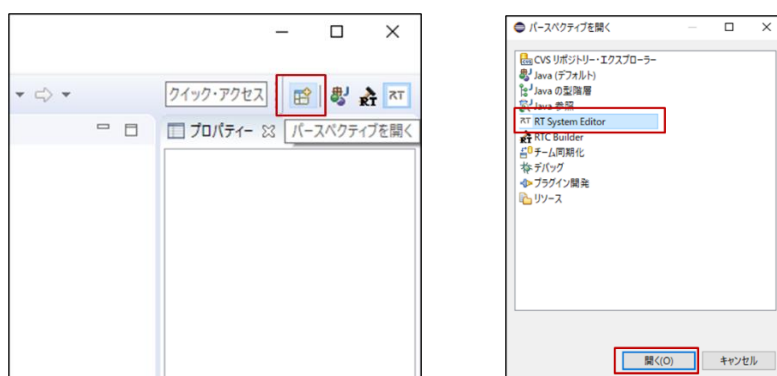

図 15 RT システムエディターを開く
(2) RTC を接続
- ① 「Start Naming Service」を起動する。
- ② OpenRTP を起動する。
- ③ 画面右上の「パースペクティブを開く」を選択。表示されるダイアログで「RT System Editor」を選択し、「開く」を選択 (図 15)。